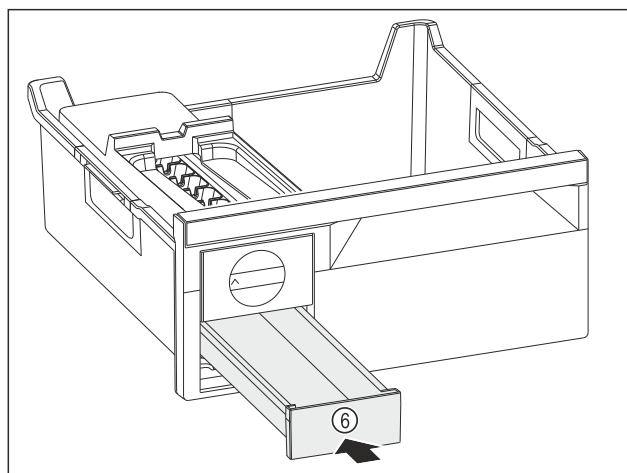

Fig. 217
- ▶ Wsuwać szufladę na kostki lodu Fig. 217 (6).